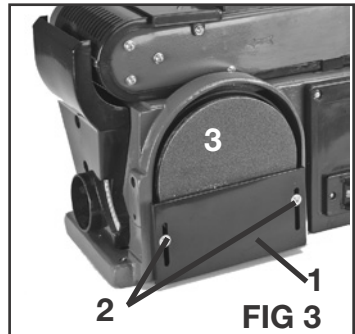

FIG 3
Installation ou remplacement du disque de ponçage et du protection du disque (FIG 3)
2. L'aide d'un tournevis cruciforme, desserrer et retirer les deux vis (2) sur le protection du disque.
6. Réinstaller la protection du disque, comme illustré sur la figure 3. Le protection du disque peut être ajusté de haut en bas pour couvrir disque de ponçage pour plus de protection.